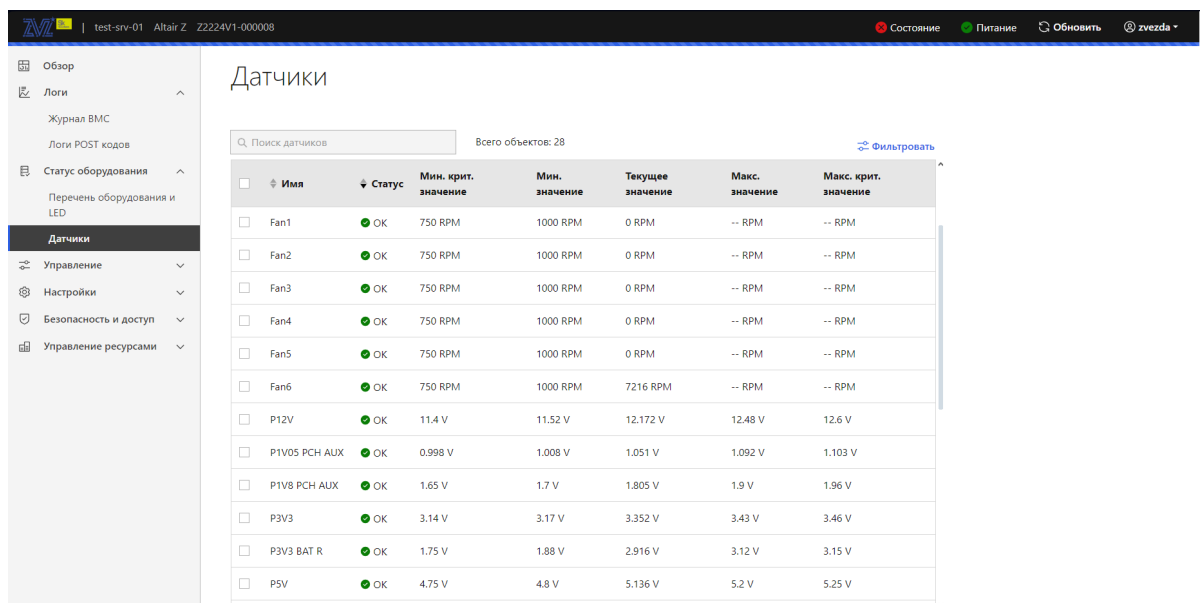

Рис. 76. Окно «Датчики»
- 5) Пройдите во вкладку «Статус оборудования» → «Датчики» в данной вкладке отображены всех датчиков установленных в сервер. В поле «Поиск датчиков» производится поиск датчиков. Окно показано на рис. 76 Окно «Датчики»